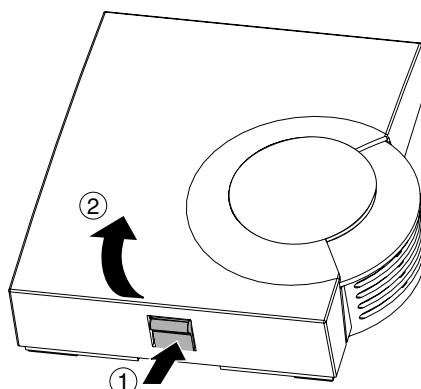

Figura 1: Quitar la tapa de la caja
- Quite la tapa de la caja del sensor de temperatura ambiente (véase Figura 1).
- ▶ Quite la tapa de la caja (véase Figura 1, página 19).
- ▶ Quite la tapa de la caja del HCW 82 (véase Figura 1, página 19).